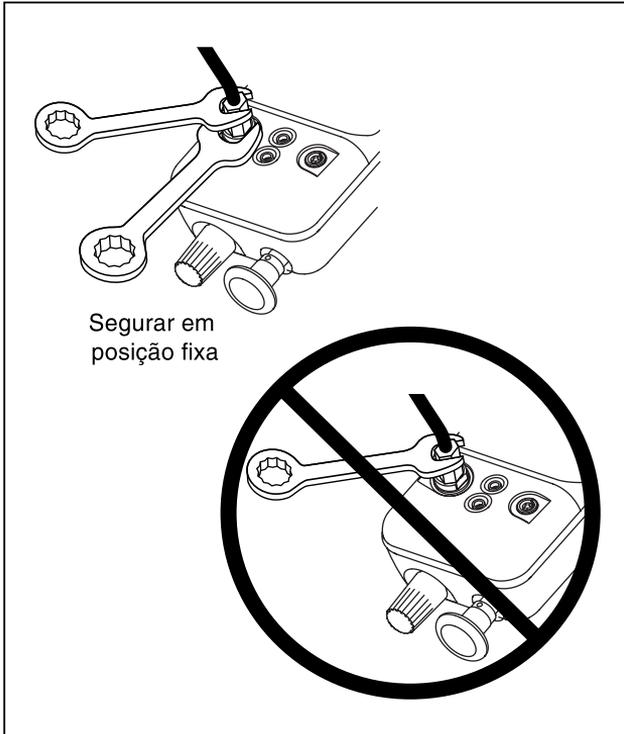

Figura 1. Técnica de conexão
- Não aplique torque entre o conector de pressão e o invólucro do calibrador. Veja na Figura 1 o uso correto das ferramentas.